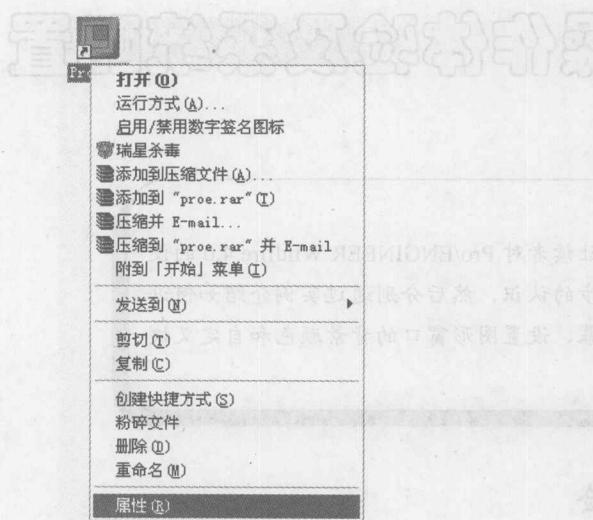
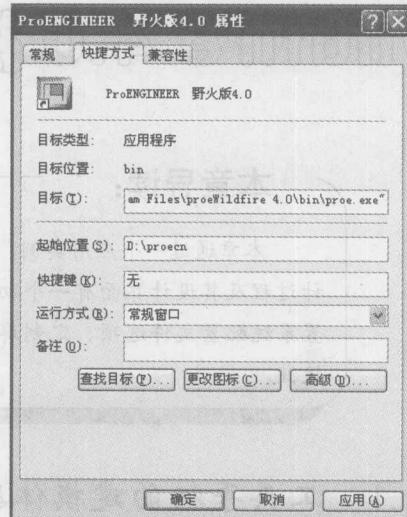

图 1-2 右键快捷菜单
图 1-3 设置属性
2) 在如图 1-2 所示的快捷菜单中，选择“属性”命令，此时弹出如图 1-3 所示的对话框。